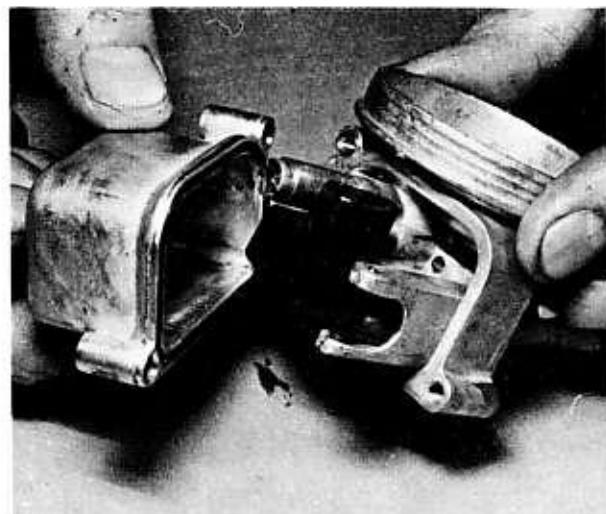
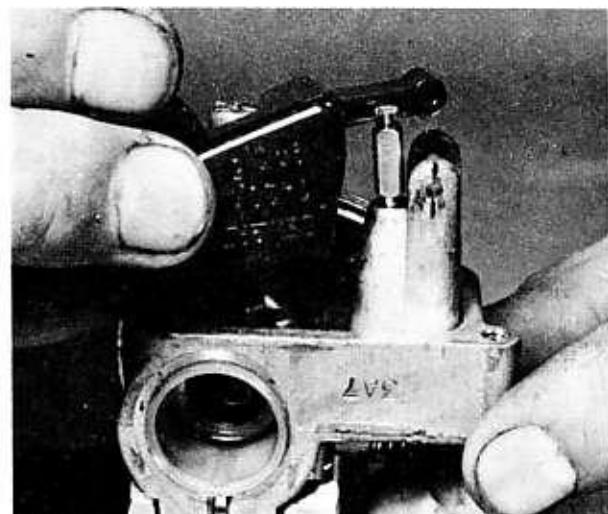

Bild 86
Bild 87
- Die beiden Befestigungsschrauben der Schwimmerkammer entfernen und die Schwimmerkammer abheben (Bild 86). Dabei darauf achten, dass der O-Ring nicht beschädigt wird. Die Schwimmerachse herausziehen und den Schwimmer ausbauen (Bild 87) und dabei darauf achten, dass die Schwimmernadel nicht verloren geht. Schwimmerkammer und Schwimmernadel müssen